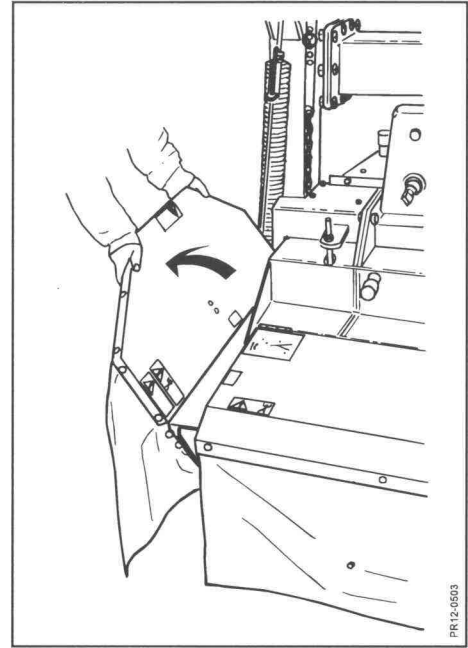

Fig. 3-8
- Fig. 3-8 6) SHIELDING IN THE LEFT SIDE IS CLOSED.**